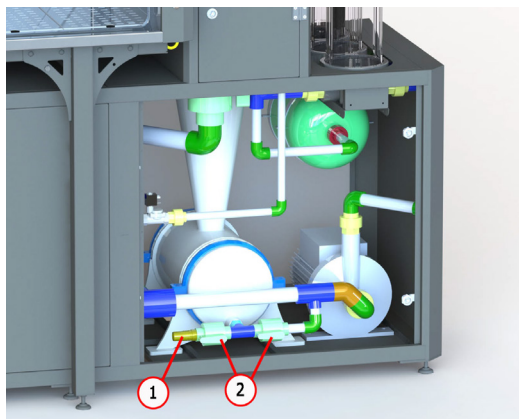

Рисунок 50
2. Подключите гибкий шланг 1" к штуцеру см. поз. 2 рис. 50. Второй конец шланга соедините с ёмкостью сбора сточных вод, которая находится ниже уровня пола комплекса.